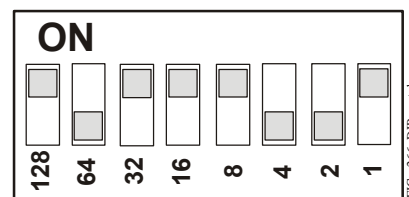

Figure 8: Bloc de commutateurs DIP avec commutateurs positionnés pour une valeur de réglage de 185
2. Placez les commutateurs numérotés sur ON de sorte que le total des chiffres des commutateurs (sur la position ON) soit égale à la valeur de réglage souhaitée. Commencez par le commutateur possédant le plus grand chiffre inférieur à la valeur de réglage. (Par exemple, si la valeur de réglage souhaitée est 185, mettez d'abord sur ON le commutateur 128, puis le commutateur 32, le commutateur 16, le commutateur 8 et le commutateur 1 [128+32+16+8+1=185] [Figure 8]).